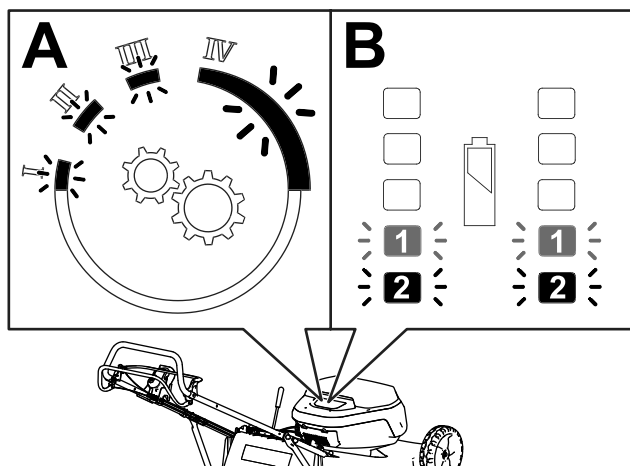

Bild 14
Bei einer Störung des Getriebes blinken vier (4) Warnleuchten (A in Bild 14), siehe Fehlersuche und -behebung (Seite 29).
Die Akkustatusanzeige zeigt anhand von Leuchten den Ladezustand der Akkus an und weist auf Probleme oder Störungen mit den Akkus hin (B in Bild 14). Wenn der Ladezustand der Akkus niedrig ist (<10%), blinkt die untere der vier Ladestandsanzeigen.
Liegt an einem Akku eine Störung vor, blinken die Störungsleuchten am unteren Rand der Akkustatusanzeige (B in Bild 14). Die linke Störungsleuchte entspricht dem linken Akku (von der Betriebsposition aus gesehen), die rechte Störungsleuchte entspricht dem rechten Akku.